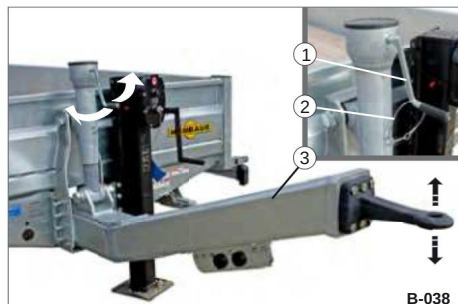

Bild 37 Höjdjustering av dragstången
• Koppla loss säkerhetslinan (bild 37/2).
• Vrid veven (bild 37/1) höger eller vänster och justera höjden på dragstången (Bild 37/3) på bultkopplingen (Bild 40/2) på traktorn.
• Justera vevaxeln (bild 37/1) nedåt.
• Kläm fast säkerhetslinan (Bild 37/2).